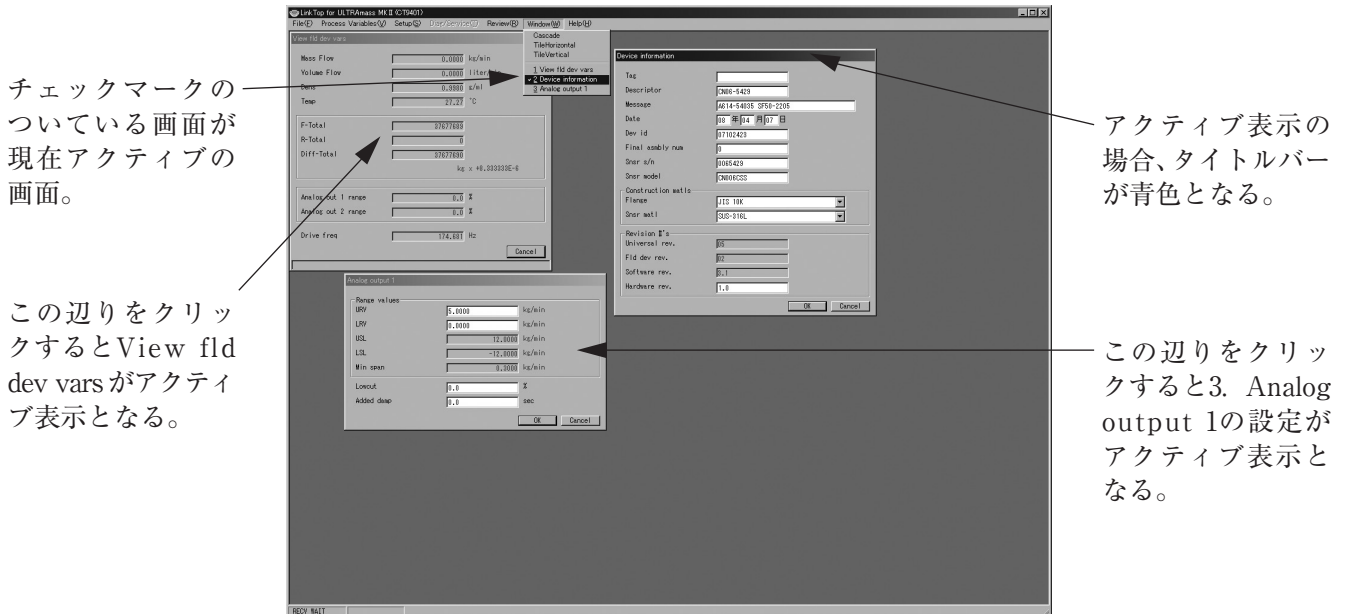

図119
- ① 画面上に図119のように3つのメッセージボックスが表示されている場合、メニューの「Window(W)」をクリックすると、現在画面上に表示されているメッセージボックスの名前が表示され、アクティブ表示となっているメッセージボックスにはチェックマークがつきます。
- ② ここで、アクティブ表示にしたいウィンドウ名をクリックするとそのメッセージボックスがアクティブ表示となります。
- ③ アクティブ表示、非アクティブ表示の切替は別の方法でも行えます。画面上でアクティブ表示にしたいメッセージボックスのどこかをクリックすれば、そのウィンドウがアクティブ表示となります。図119を参照してください。